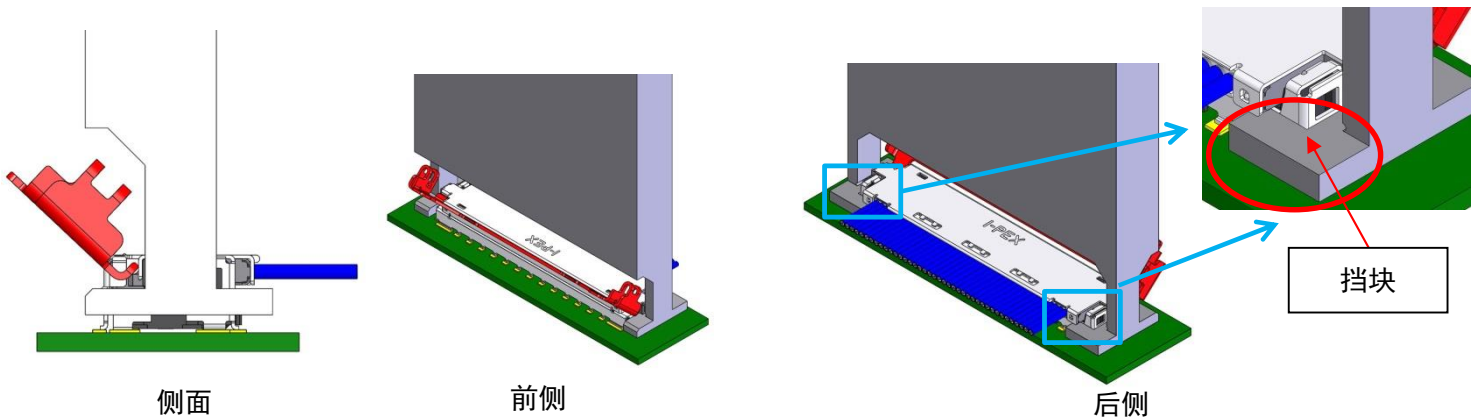

Fig.17
- ④ 滑动夹具，直至碰到挡块，夹住插头连接器整体。(Fig.17)